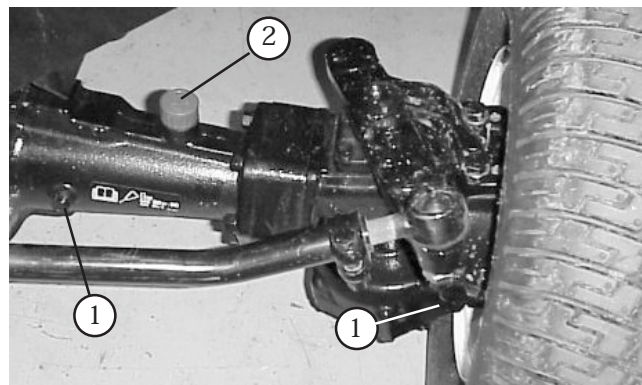
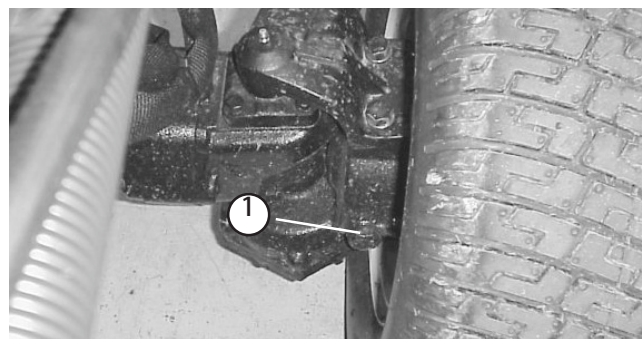

図 20
図 21
2. アクスルのから点検用プラグ 3 個を取り外し (図20と図21)、穴の上面まで潤滑油があることを確認する。